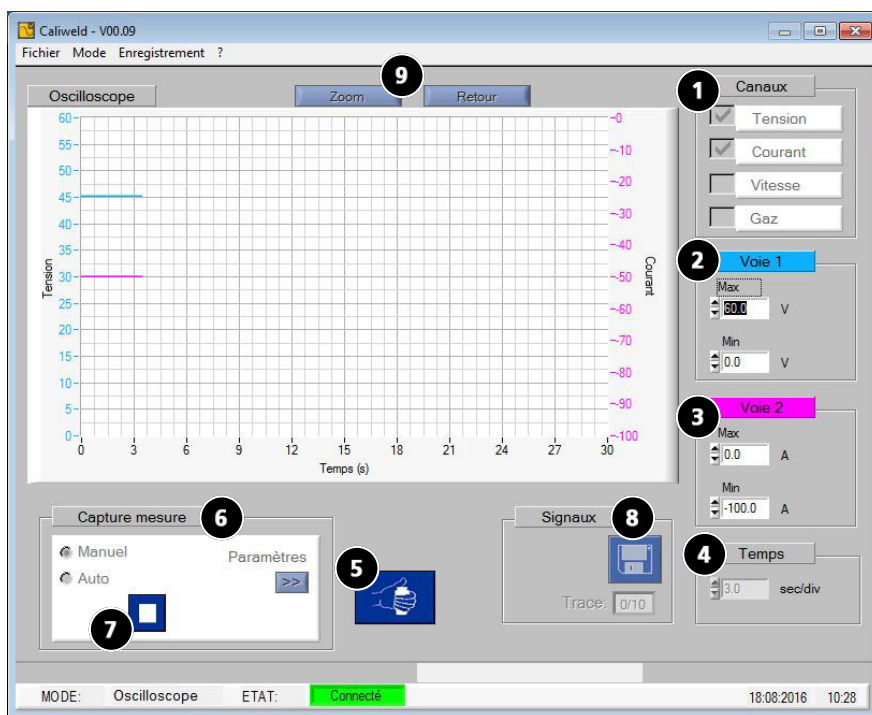
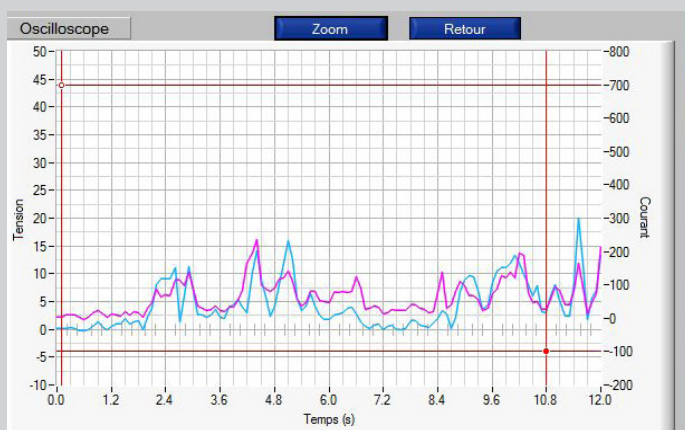
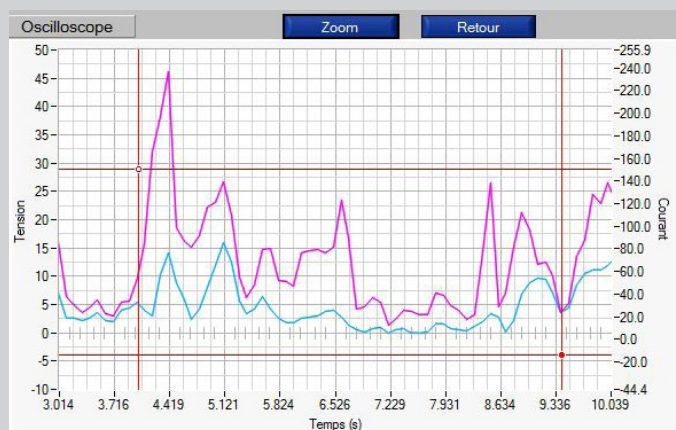

Imagen 5 : página osciloscopio
Imagen 6 : Gráfico antes de zoom
Imagen 7 : Gráfico tras zoom
El modo Osciloscopio permite seleccionar dos canales de medida, visualizarlos y registrarlos en un gráfico. Este modo complementario permite centrarse en la toma de medidas sobre un canal preciso y compararla con otro canal mediante el gráfico. Los elementos que forman la página del modo Osciloscopio (Imagen 5) son:
- 2 zonas llamadas «Vía 1» **2** y «Vía 2» **3** aparecen una vez que se ha seleccionado uno o dos canales. La unidad de medida indicada en cada zona permite comprobar que las vías representan correctamente los canales seleccionados (ej. imagen 5: la tensión ha sido seleccionada como primer canal de medida, la unidad de medida de la «Vía 1» es Voltio).
El programa ofrece la posibilidad de hacer zoom sobre el osciloscopio. Para hacerlo, haga clic sobre el botón «Zoom» (**9**) Fig. 5) una primera vez, 4 punteros del gráfico (2 horizontales y 2 verticales) aparecen. Utilice estos punteros para formar un rectángulo sobre la zona a ampliar (Imagen 6). Haga clic de nuevo sobre el botón Zoom (Imagen 7). Para volver a la vista normal, basta con hacer clic sobre el botón Volver.
Para realizar una captura manual, señale «Manual» en la sección «Captura de medidas». Aparece entonces una casilla START (7 Imagen 5) que se convierte en una casilla STOP cuando la captura está en proceso.. Para comenzar a registrar medidas, active el equipo mediante el control a distancia (5 imagen 5) o mediante el equipo al soldar, luego cada vez que se desee una captura, presione sobre la casilla . Se inicia el registro de cordón. Para detener el registro, haga clic en la casilla . Repita la operación hasta obtener el cordón deseado o el número de medidas deseadas.
La captura se puede realizar de manera automática marcando la casilla «Adq. Datos» (6 Imagen 5). Ajuste en un primer lugar los parámetros de soldadura. Al igual que para el modo «Multímetro», encontramos en los parámetros la captura automática los elementos siguientes:
El funcionamiento del modo automático del osciloscopio es el mismo que el del multímetro. En un primer lugar, active el equipo mediante el control a distancia (5 Imagen.5) o iniciando una soldadura. Luego haga clic sobre el botón  (7 Imagen. 5). El programa registra cualquier cordón en cuanto la intensidad sea superior a la seleccionada como umbral de inicio. Se detiene el registro del cordón en cuanto la intensidad es inferior a la del umbral de inicio. Dos eventos permiten detener las medidas: el usuario hace clic sobre el botón  (7 Imagen. 5) o el registro alcanza los 30 segundos.
Al final del registro, es posible memorizar y visualizar los registros de osciloscopio (hasta 10 curvas máximo). Basta con hacer clic sobre el botón  (8 Imagen. 5), nombrar el archivo y hacer clic sobre . Haga clic sobre la casilla  para validar el registro.